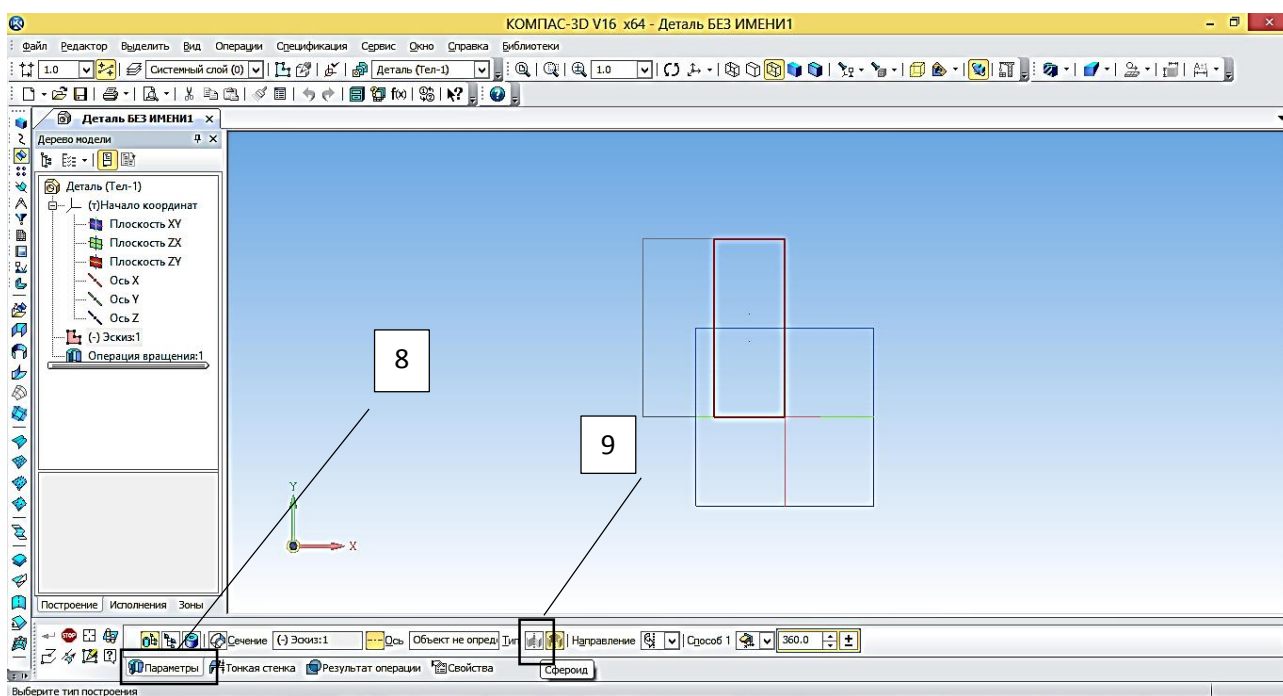

Рисунок 21 – Выбор способа построения **Сфероид**
12. на панели **Свойств**, на вкладке **Параметры** укажите способ **Сфероид** (построение сплошного элемента), направление  $360^0$  (рисунок 21);